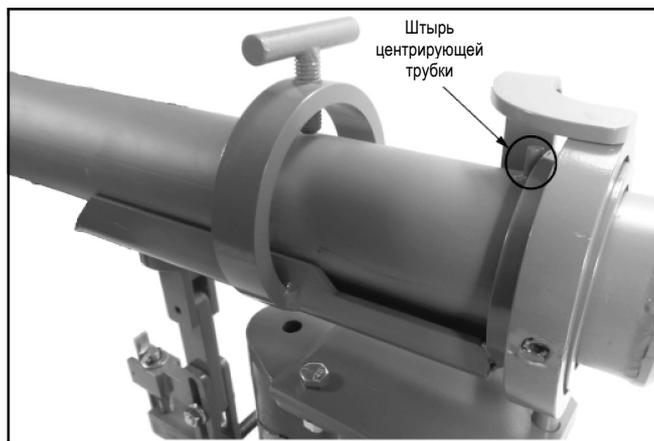

Рис. 2
Кронштейн можно регулировать по высоте на ± 25 мм, поворачивать вокруг вертикальной оси на 360° и регулировать угол наклона по вертикали и горизонтали на $\pm 7^\circ$. Поскольку расположение кронштейна относительно монтажной пластины имеет решающее значение для правильного использования кронштейна, в комплект поставки горелки включена центрирующая трубка, обеспечивающая точное моделирование положения горелки (см. рис. 2).
3. Установите в кронштейн центрирующую трубку, убедившись, что закрепленный в ней штифт (см. рис. 2) соприкасается с кольцом карданного подвеса. Центрирующая трубка позволит воспроизвести положение горелки и получить правильное рабочее расстояние, необходимое для сохранения герметичного соединения между сферическим наконечником горелки и монтажной пластиной во всем диапазоне угловых регулировок при установке горелки.